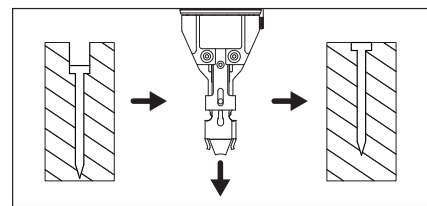

Figura 23
2. Si los clavos se clavan demasiado profundo en la superficie de trabajo, mueva el elemento de contacto de trabajo hacia abajo (o hacia afuera) del cuerpo de la herramienta (vea la Figura 23).